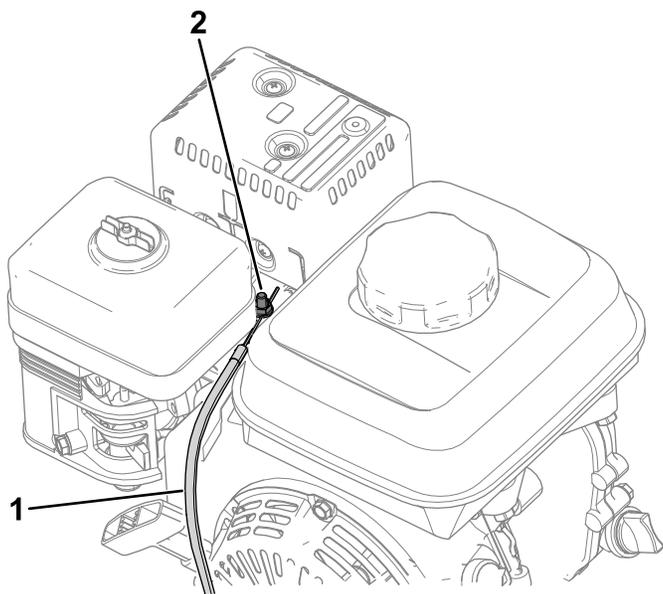

Bild 41
4. Lösen Sie die Schraube an der Kabelkanalklemme (Bild 41).